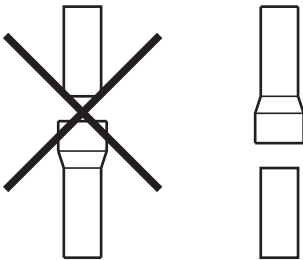

Fig. 5.5.2
- I tubi devono essere collegati con l'attacco femmina verso il basso per garantire la tenuta al fumo e la condensa mediante guarnizione (Fig. 5.5.2).
- Los tubos deben empalmarse con la unión hembra hacia abajo para garantizar la estanqueidad al humo y la condensación por medio de la junta (Fig. 5.5.2).
- the pipes must be connected with a female fitting downwards to guarantee it is smoke and condensate tight with a seal (Fig. 5.5.2).